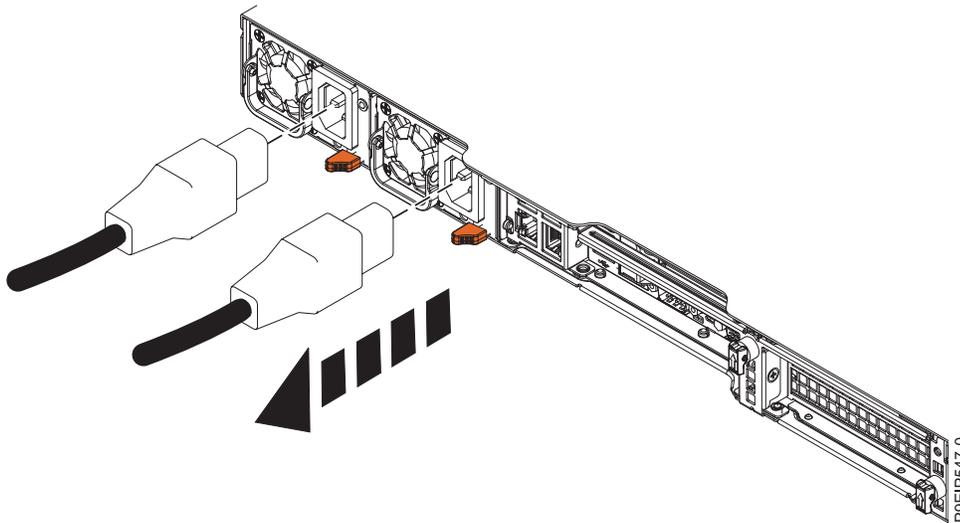

Figure 58. Retrait des cordons d'alimentation du système
2. Étiquetez et déconnectez les cordons d'alimentation du système comme indiqué dans la figure 58.